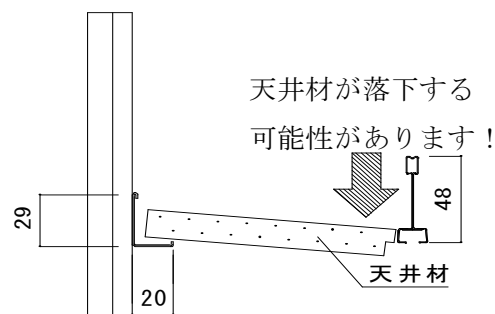
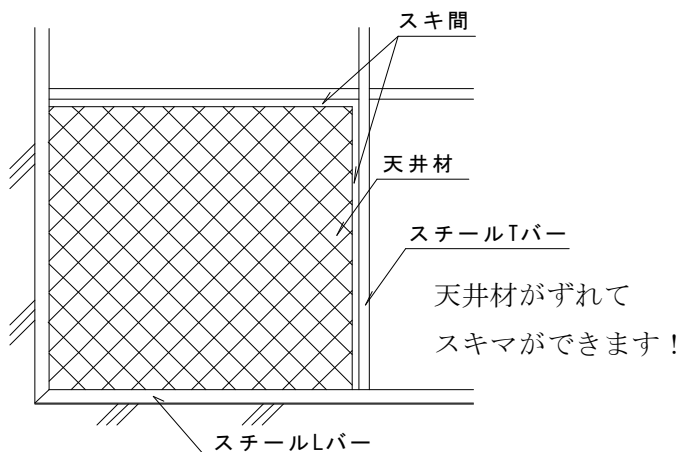

図2-27 短い寸法で天井材をカットした場合
図2-28 コーナー部で短い寸法でカットした場合
- 6) 壁際、コーナー部の天井材を取付ける際、指定寸法より短い場合Tバーとの間に隙間が空き、最悪の場合は天井材落下の恐れがありますので必ず指定寸法で切断してください。(図2-27、図2-28参照)